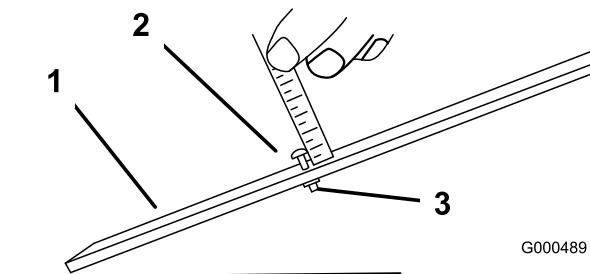

Bild 9
2. Lösen Sie die Mutter an der Messlehre und stellen Sie die Einstellschraube für die Höhe auf die gewünschte Schnitthöhe ein (Bild 9). Der Abstand zwischen dem unteren Ende des Schraubenkopfs und der Stirnseite der Messlehre ist die Schnitthöhe.